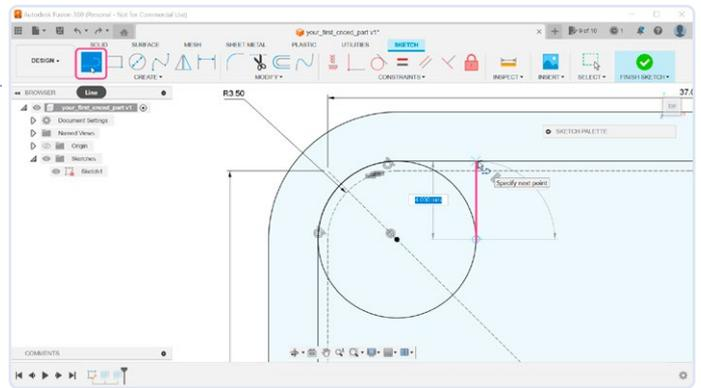

Bild 10. Formgebung des Schraubdoms mit dem Linienwerkzeug.
10) Der Bereich zwischen Kreis und Wand ist sehr schmal (Bild 10) und schwierig bis unmöglich herzustellen. Wir können ihn schließen, indem wir weitere Formen mit einem Linienwerkzeug zeichnen. Wählen Sie in der Werkzeugleiste das Werkzeug *Line* und bewegen Sie den Mauszeiger über den Mittelpunkt des Kreises. Danach bewegen Sie den Mauszeiger weiter nach rechts, bis Sie den Kreis erreichen. Zeichnen Sie an dieser Stelle den ersten Punkt der Linie. Bewegen Sie den Mauszeiger nach oben, bis Sie die Wand erreicht haben. Zeichnen Sie an dieser Stelle einen zweiten Punkt auf der Linie. Versuchen Sie dabei, die Maus möglichst geradlinig zu führen. Fusion 360 erkennt ihr Bemühen an und sorgt automatisch für die notwendige Geradlinigkeit.